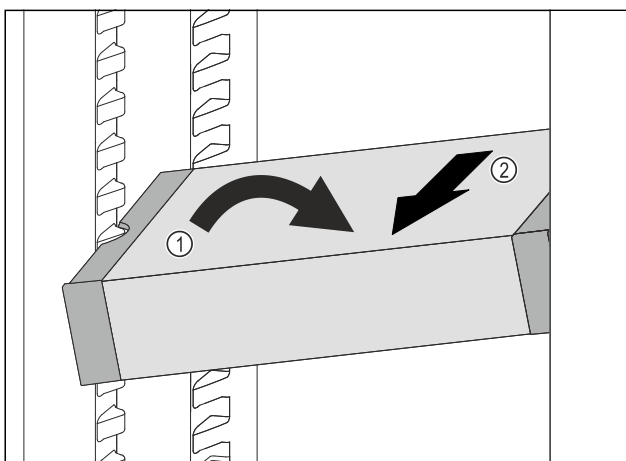

Fig. 97
- Impostare il vano frigorifero di VarioSafe ad angolo. Fig. 97 (1)
- Rimuovere VarioSafe tirando in avanti. Fig. 97 (2)